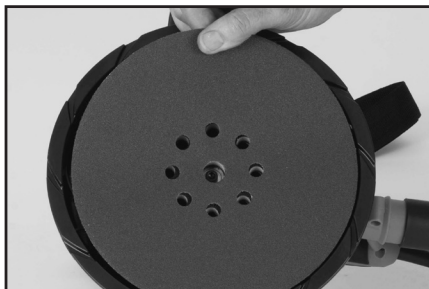

Fig. 4
- Veillez à ce que les neuf (9) trous du disque de ponçage abrasif s'alignent parfaitement avec les neuf (9) trous du plateau porte-disque. **(Fig. 4)**